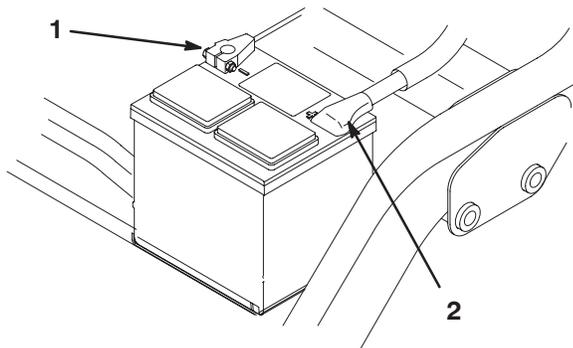

Bild 6
- Klemmen Sie zuerst das Pluskabel (Rot) am Pluspol (+) der Batterie und dann das Minuskabel (Schwarz) am Minuspol (-) der Batterie an, wobei Sie die Kopfschrauben und Muttern verwenden (Bild 6). Ziehen Sie den Gummischuh über den Pluspol, um Kurzschlüssen vorzubeugen.